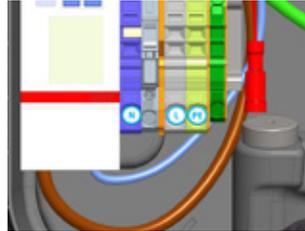

Figure 8a: Alimentation des bornes de raccordement et connecteur Control Pilot (CP) pour câble de charge (rouge) à S-line
5. Fixez les câbles d'alimentation aux borniers du bloc filtre (voir également figure 8a et 8b).